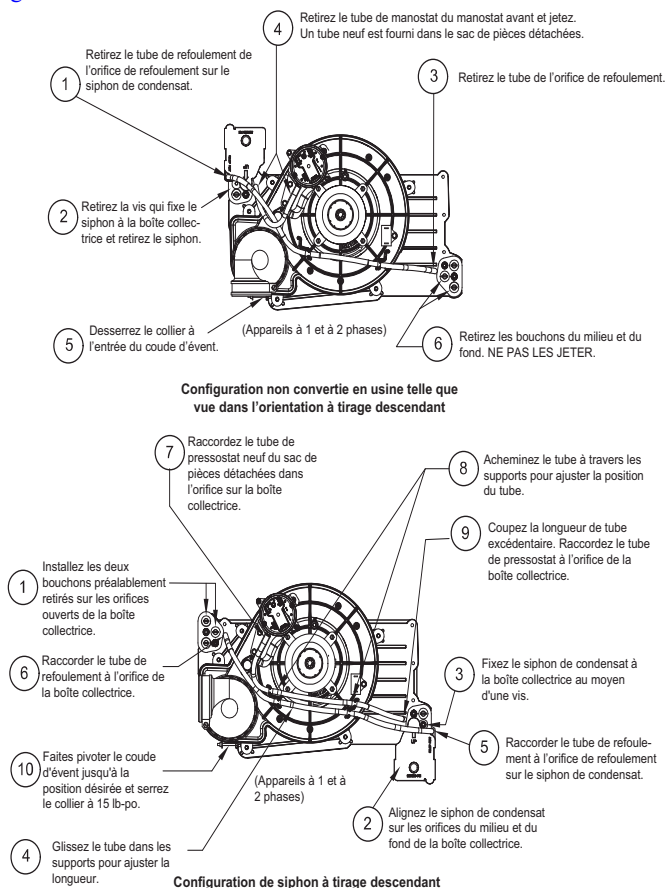

Fig. 9 – Configuration de siphon à tirage descendant A11158FR
Lorsque la chaudière est installée dans la position à tirage descendant, le siphon de condensat, tel que reçu de l'usine, se trouvera dans le coin supérieur gauche de la boîte collectrice. Consultez l'image du haut de la Fig. 9. Lorsque la chaudière est installée avec orientation à tirage descendant, le siphon de condensat doit être relocalisé pour que le drainage du condensat soit adéquat. Consultez l'image du bas de la Fig. 9.
- La Fig. 9 illustre le siphon de condensat et la tuyauterie avant et après le déplacement. Consultez la Fig. 9 pour entamer la conversion du siphon.